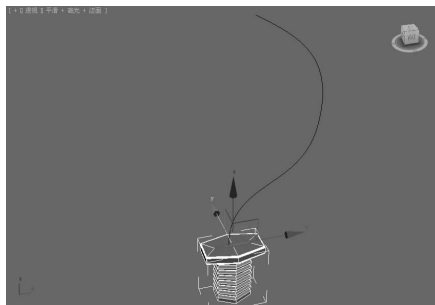
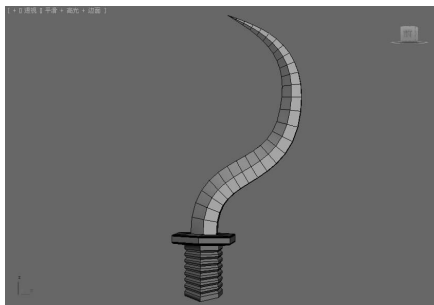

图 5-47 选中的多边形和样条线 ▲
图 5-48 沿样条线挤出的多边形 ▲
- 沿样条线挤出:可以沿着样条线的形状挤出选中的多边形。单击右边的  按钮后,在弹出的“沿样条线挤出多边形”对话框中设置挤出多边形的分段、锥化等。如图 5-47 所示为选中的多边形和创建完成的样条线,如图 5-48 所示为该多边形沿着样条线挤出并设置部分参数后的效果。